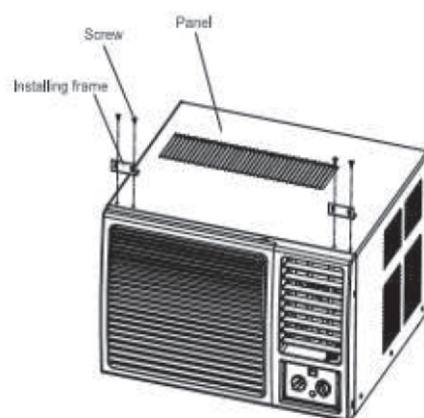

Figure 2-2
- 2) Fiksirajte Ugradni ram na panelu šrafovima ( fig 2-2 )